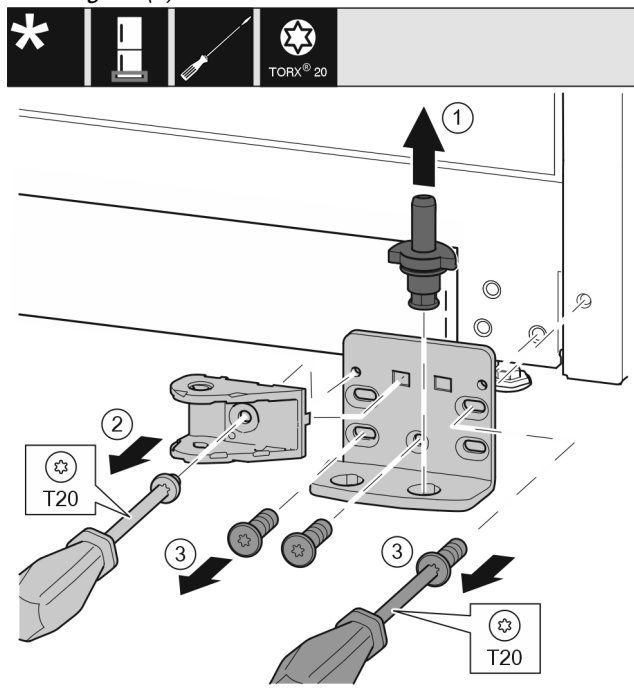

Fig. 21*
- ▶ Extrageți complet bolțul de lagăr în sus.* Fig. 21 (1)
- ▶ Extrageți prin rotire șuruburile cu șurubelnița T20 și detașați îmbinarea amortizorului de închidere.* Fig. 21 (2)
- ▶ Extrageți prin rotire și detașați șuruburile cu șurubelnița T20.* Fig. 21 (3)